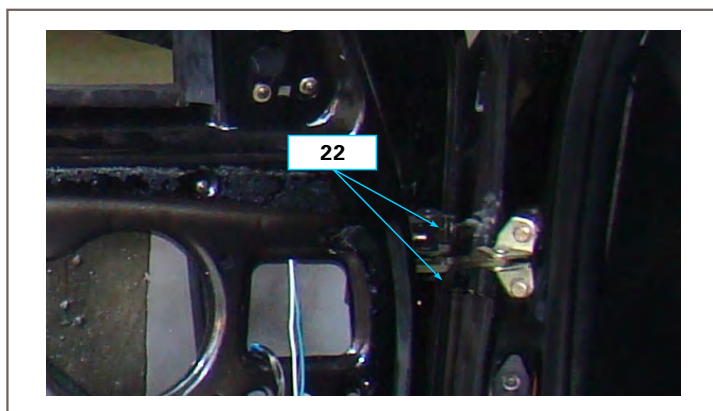

图10-60 装车门限位器
⑥装车门限位器总成的两个连接螺母22。（如图10-60所示）。